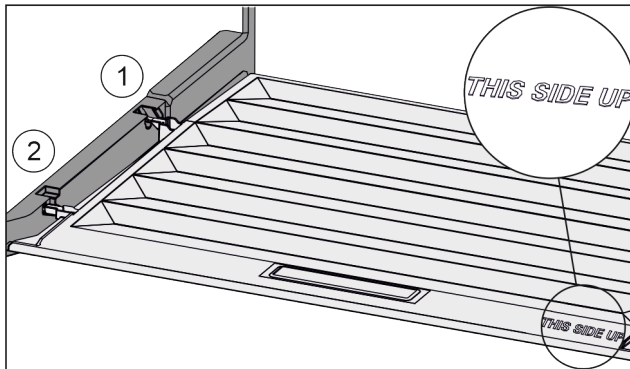

Fig. 33
- ▶ Introduzca los nervios de la tapa por la abertura en el soporte trasero Fig. 33 (1) y encájelos por delante en el soporte Fig. 33 (2).